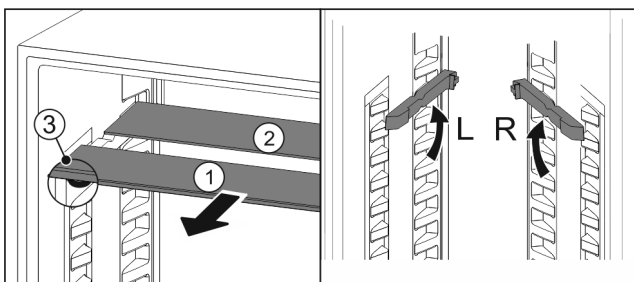

Fig. 35
- ▶ Vytiahnite sklené dosky jednotlivo dopredu Fig. 35 (1).
- ▷ Sklená doska Fig. 35 (1) s ozdobnou lištou leží vpred.
- ▷ Zarážky Fig. 35 (3) ukazujú nadol.